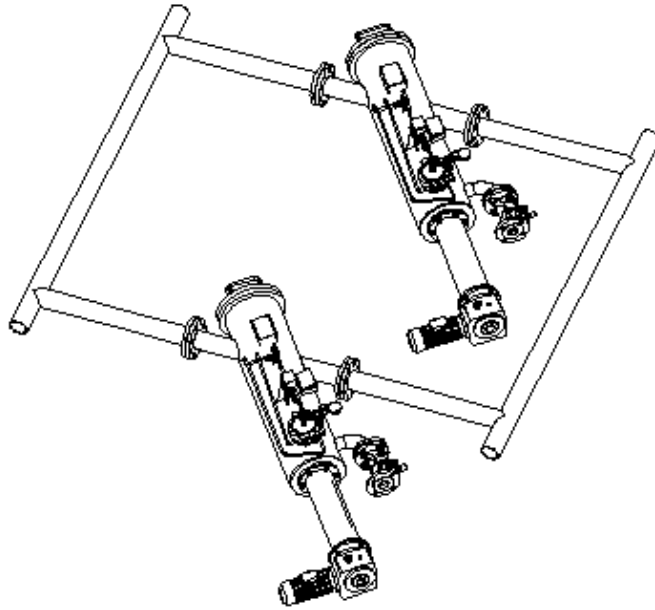

图 7
- 4) 过滤器规格的选用应遵循流量匹配原则，当单台过滤器流量不能满足管路要求时，可将两个（或多个）过滤器并联安装，见图 7。